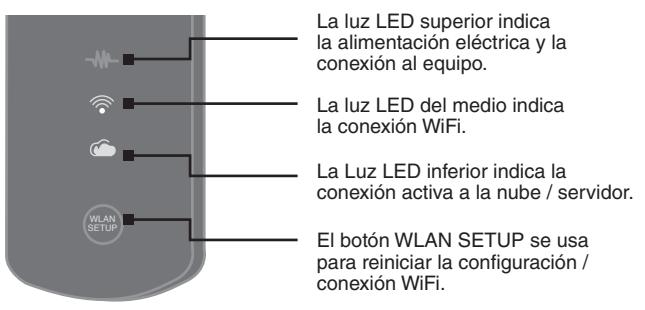

Fig. 10
e. Una vez que se instale el módulo WiFi y que el calentador de agua esté conectado a la alimentación eléctrica, las tres luces LED parpadearán simultáneamente, indicando que el módulo está listo para ser configurado para su uso en la red doméstica. (Para repetir el proceso de configuración o cambiar la configuración de la conexión a internet en cualquier momento, simplemente pulsa el botón WLAN SETUP del módulo WiFi) - (Fig. 10)